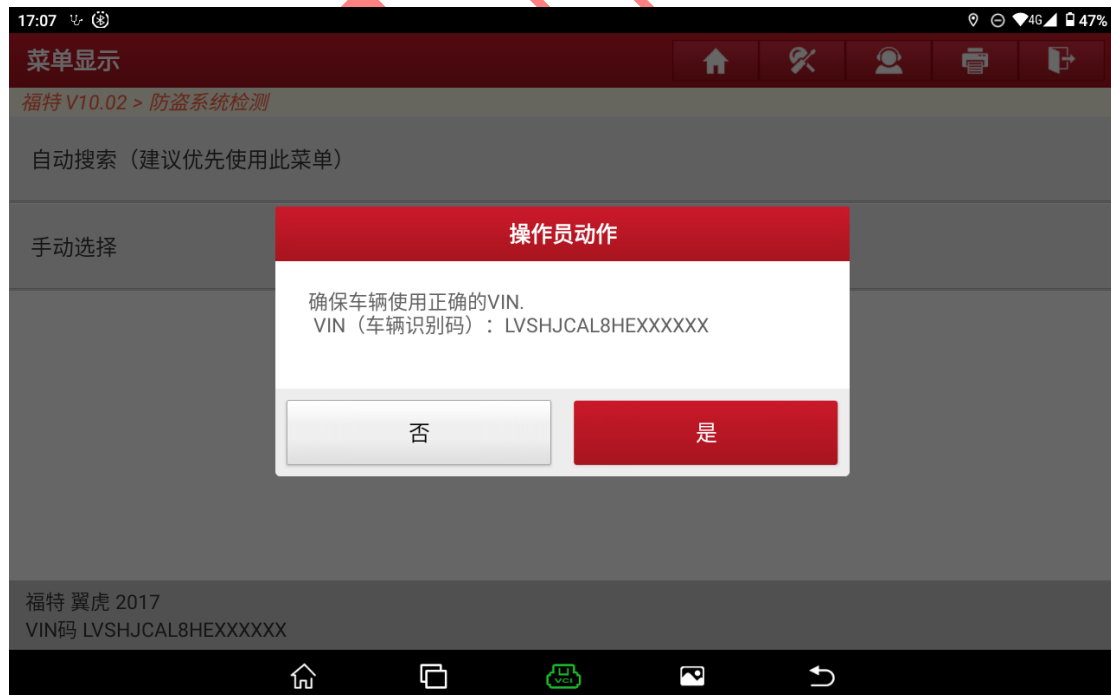

图 5
3. 选择确认车辆 VIN 码是否正确，【否】需要手动输入正确的 VIN 码，【是】则进入步骤 6（图 5）。